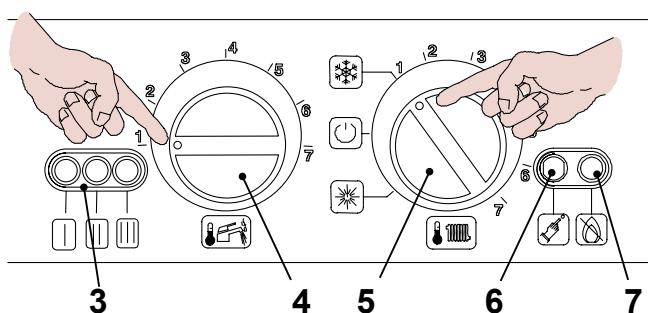
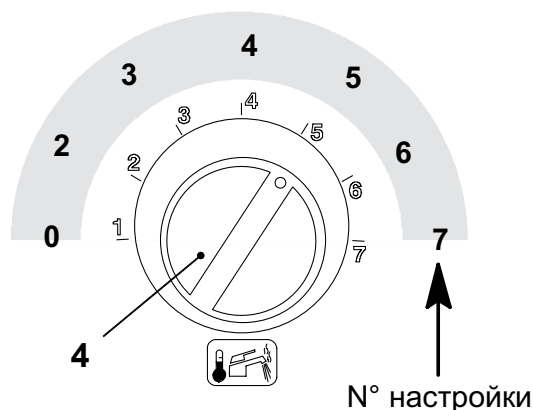
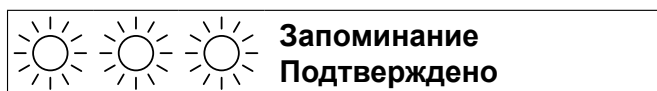

рис. 7.7
рис. 7.9
рис. 7.11
- Поверните переключатель 5 как показано на рис. 7.7 ; сигнальная лампа 3 начнет мигать с интервалом в 2 секунды.
- Если такая последовательность не появляется, нажимайте кнопку перезагрузки 6 в рис. 7.7 пока не появится соответствующее окно (4 раза).
Чтобы просмотреть заданные параметры, нажмите и придержите кнопку перезагрузки 6 в рис. 7.7 в течение 5 секунд. Сигнальные лампы 3 в рис. 7.7 вспыхнут количество раз, соответствующее настройке (Рисунок 7.9 (рис. 7.9).
- Чтобы изменить настройку, поверните регулятор температуры ГВ 4 в рис. 7.7 и установите его в выбранное положение рис. 7.9 см. также рис. 7.10 (в примере регулятор установлен в положение 5), сигнальная лампа блокировки (см. рис. 7.7) начнет быстро мигать.
- Удерживайте нажатой кнопку перезагрузки 6 в рис. 7.7 в течение 10 секунд, лампа блокировки 7 в рис. 7.7 в.
- Чтобы настроить давление розжига, сигнальные лампы 3 в рис. 7.7 должны выглядеть, как рис. 7.8 (перечень сигнальных ламп на стр. 7)
- Чтобы внести в память настройку, нажмите и придержите кнопку перезагрузки 6 в рис. 7.7 в течение 5 секунд, сигнальные лампы 3 в рис. 7.7 вспыхнут и будут мигать одновременно, см. рис. 7.11 (условные обозначения ламп на стр. 7)